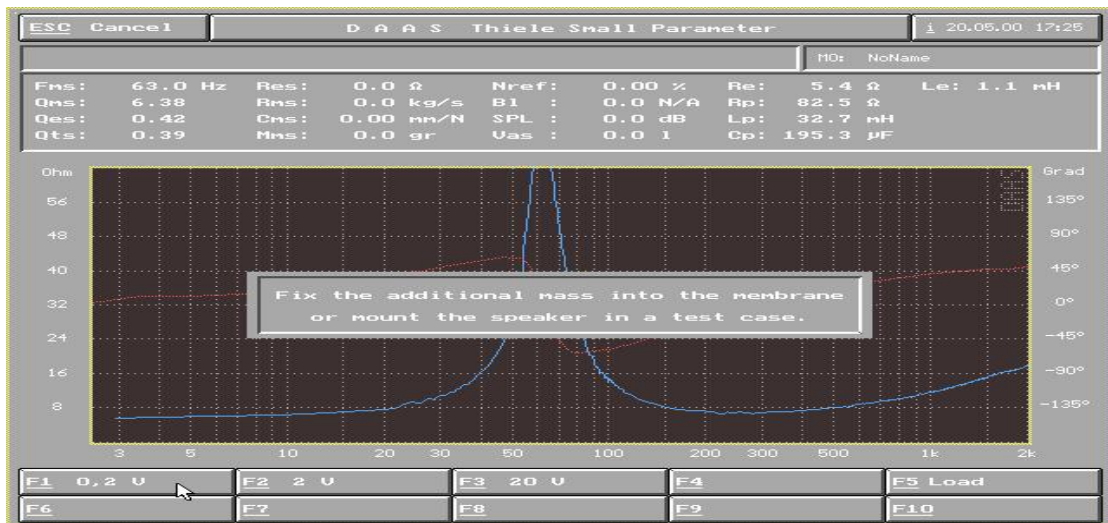

图 30
8) 选择 F1 0.2V 开始测试 VAS 值 (图 30)